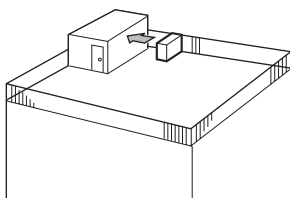

Fig. 2-2
- Coloque la salida de aire de frente a la pared más próxima a una distancia de unos 20" (500 mm) de ella. (Fig. 2-2)